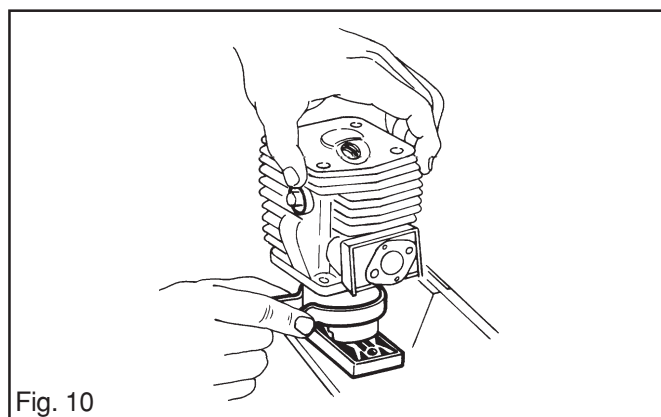

Fig. 10
7. Comprimer le segment, soit à la main soit avec l'outil 502 50 70-01. Voir la fig. 10. Placer prudemment le cylindre.